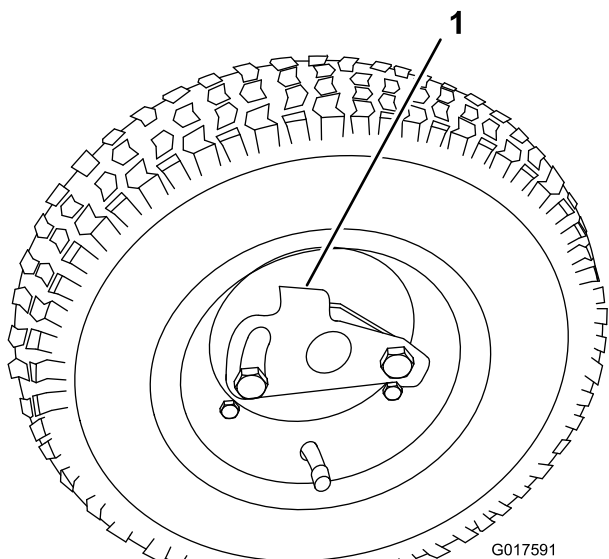

Figura 10
3. Allontanate il clip di bloccaggio della ruota dal centro della ruota, lasciandolo scorrere sull'assale (Figura 10).